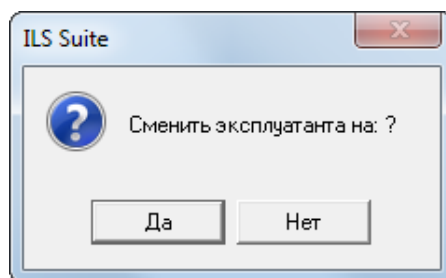

Рис. 13-84 – Диалоговое окно с предложением сменить эксплуатанта
8) После выбора собственника открывается диалоговое окно с предложением сменить эксплуатанта на ту же организацию, что и собственник (рис. 13-84).
В диалоговом окне, приведенном на рис. 13-84, и в других аналогичных окнах выводится наименование организации, поэтому поле «Наименование» для нее должно быть заполнено.